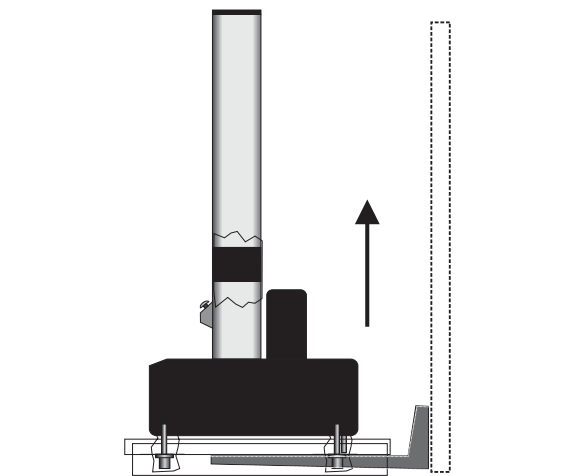

Figura 11. Sollevamento del telaio utilizzando lo skid di spedizione
2. Inserire con cautela le forche sotto lo skid di spedizione, come mostrato in Figura 11 a pagina 63.